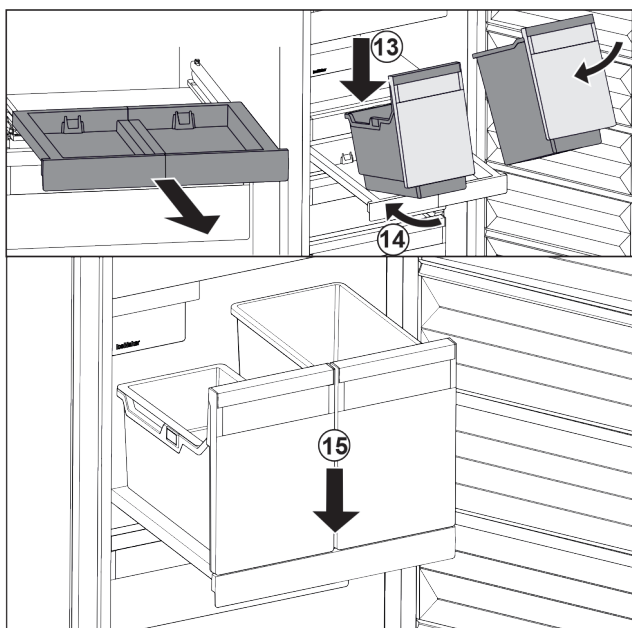

Fig. 145
- Posodo položite na izvlečno polico v poševnem položaju. Fig. 145 (13)
- Posodo potisnite v poševnem položaju proti zadnji strani. Fig. 145 (14)
- Posodo odložite spredaj. Fig. 145 (15)